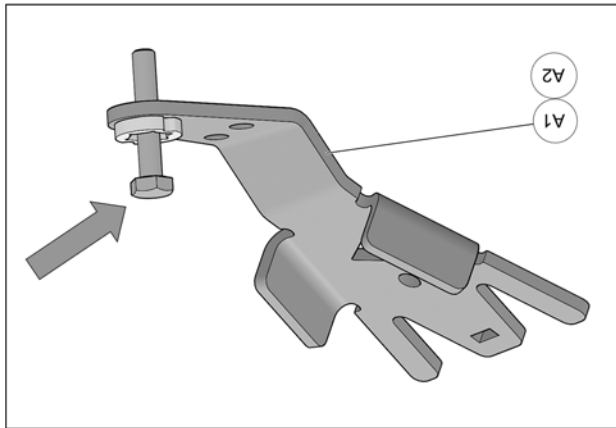

Fig. 16
6. Insérer un boulon à l'extrémité de chacun des ancrages de suspension avant (A1-A2). Fig. 16